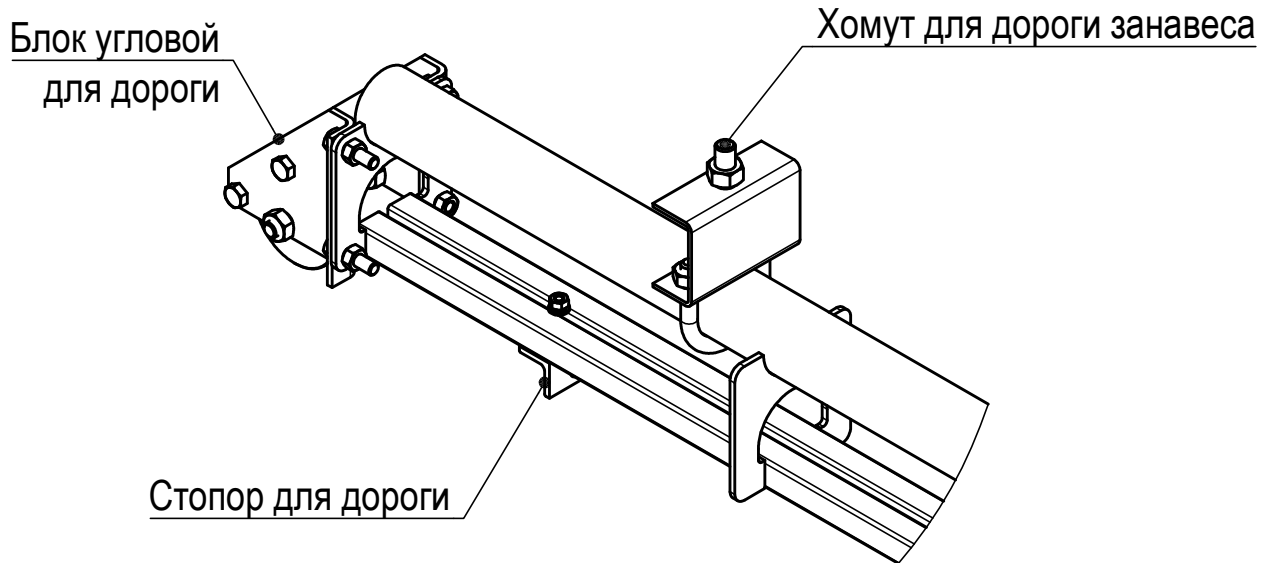

Рисунок 11 - Схема расположения угловых блоков.
- зафиксировать с помощью болтов блоки угловые для дороги (смотри рисунок 11, 12),
- установить и зафиксировать стопора для дороги (смотри рисунок 11, 12, 13, 14).